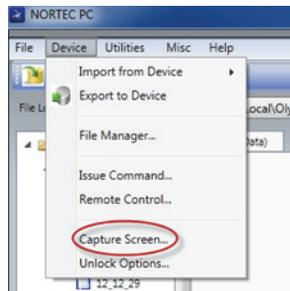

Figura 6-6 Il menu Device del NORTEC PC
3. Nel menu **Device** (dispositivo), selezionare **Capture Screen** (cattura dello schermo) [vedere Figura 6-6 a pagina 323].